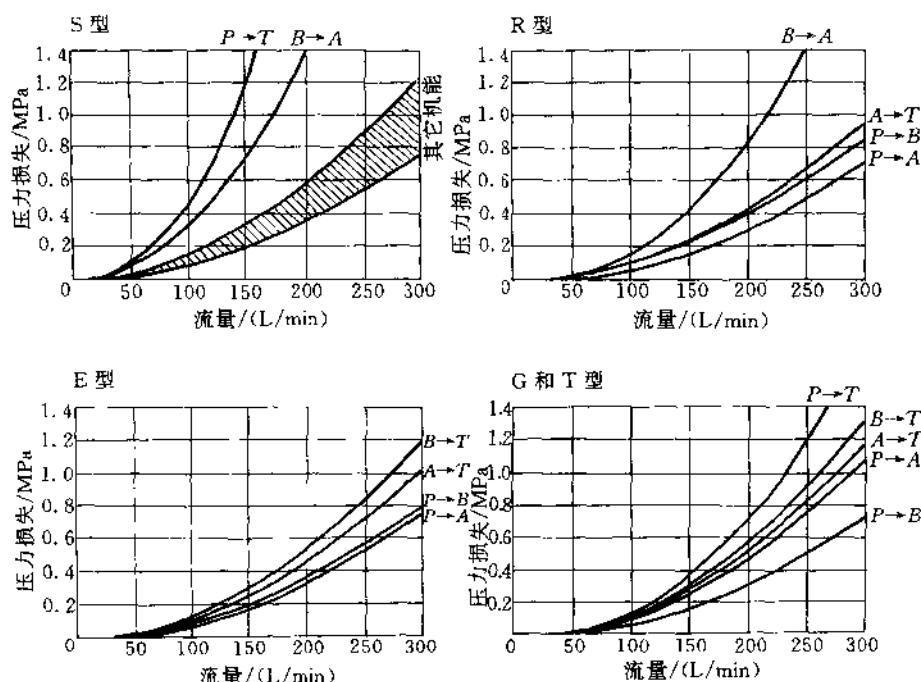

图 16.8-12 WMM 型手动换向阀特性曲线
(A) 特性曲线 见表 16.8-6, 图 16.8-12, 试验条件: $v = 36 \times 10^{-6} \text{ m}^2/\text{s}$, $t = 50^\circ\text{C}$.